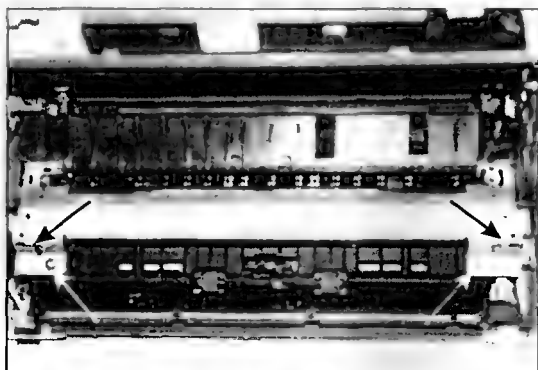

Рис. 5.17
12. Снимают прижимную планку узла печки, открутив 2 винта и отогнув 2 металлические защелки (рис. 5.17). Планка после этого под действием установленных под ней пружин приподнимается вверх. Поднимают дальше вверх планку и вынимают ее из пазов вглубь принтера.